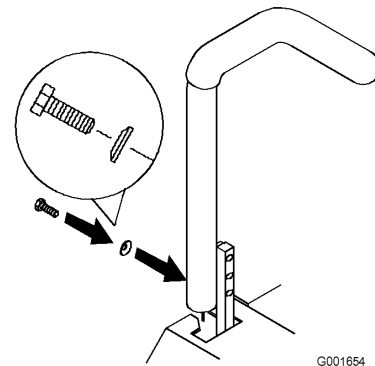

Figure 46
3. Desserrez les boulons et les rondelles bombées situées dans les leviers (Figure 46).